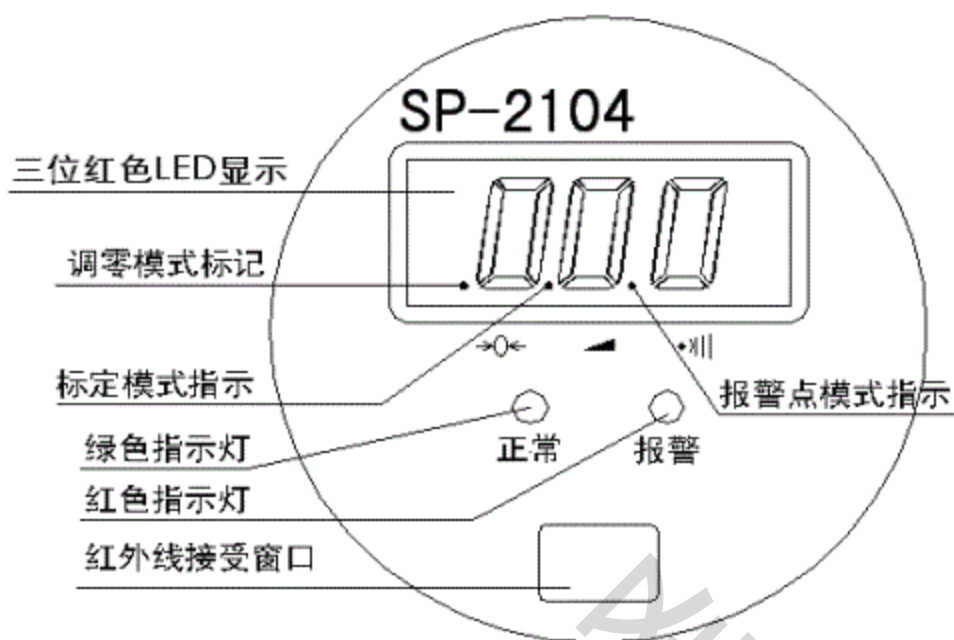

图3 面膜示意图
检测仪手动调零、标定、报警点设定、通讯地址设定的调整操作是通过遥控器来完成的（参见图 3 及图 4）。
1. 接通检测仪电源，使检测仪按时间完成极化，确认检测仪处在清洁的空气中（即检测仪周围没有有毒气体存在）。用随机配备的遥控器，按动调零键一次，调零符号“0 $\leftarrow$ ”上方数码管显示的小数点闪烁（此小数点只是代表进入手动调零操作状态，不代表其它含义），正常状态指示灯（绿色）开始闪亮，表示现在已进入调零状态，此时检测仪输出端（OUT）输出电流为 2.5mA，数码管显示为“000”。（参见图 3）
1. 在正常显示状态下，按动标定键，进入标定状态，（参见图 3）。在此状态下，显示窗口标定符号“上方数码管显示的小数点闪烁，正常状态指示灯闪亮，数码管显示稳定在某一测量值上，检测仪输出端（OUT）输出电流为 2.5mA。
2. 进入报警点设置状态后，报警点设置符号“”上方数码管显示的小数点开始闪烁，数码管显示数值为当前报警点设定值，正常状态指示灯闪烁，输出端电流为 2.5mA。（参见图 3）